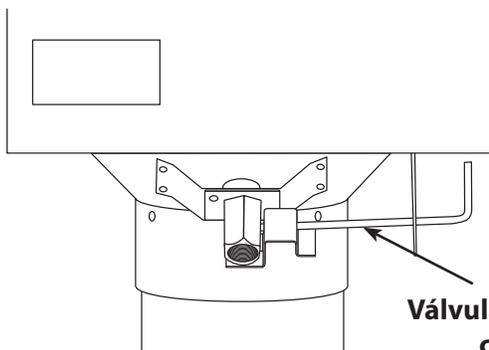

ILUSTRACIÓN 2
4. Compruebe que la válvula de drenaje esté cerrada (ver Ilustración 2).